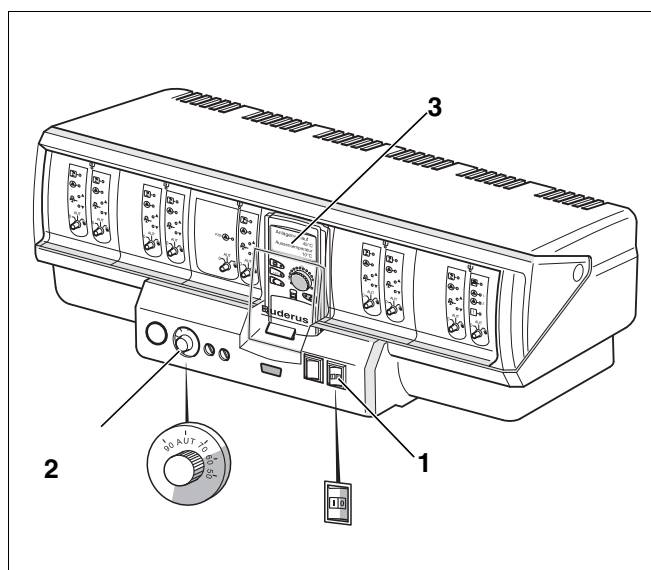

fig. 1 Aparelho de regulação Logamatic 4000
- Colocar o interruptor Funcionamento (fig. 1, [1]) na posição "1" (LIGADO).
- Ajustar o regulador da temperatura da água da caldeira (fig. 1, [2]) para a temperatura pretendida. Na "Regulação Logamatic", o regulador da temperatura da água da caldeira está ajustado de fábrica para o modo automático "AUT".
- Comutar o interruptor Funcionamento (fig. 1, [1]) da posição "1" (LIGADO) para a posição "0" (DESLIGADO).
A avaria do queimador é indicada no queimador, no aparelho de regulação com um indicador luminoso e no visor (fig. 1, [3]).